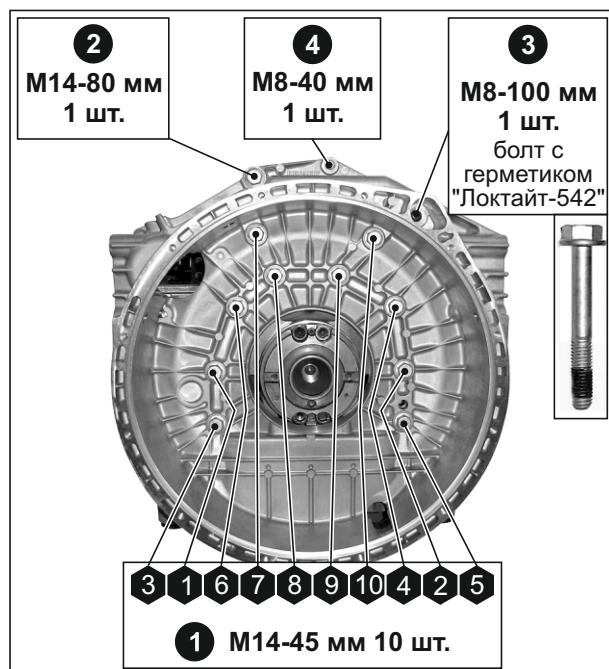

Рис. 108. Установка картера маховика.
2. Нанести герметик Локтайт-518 на торец блока под установку картера маховика (см. Рис. 108).